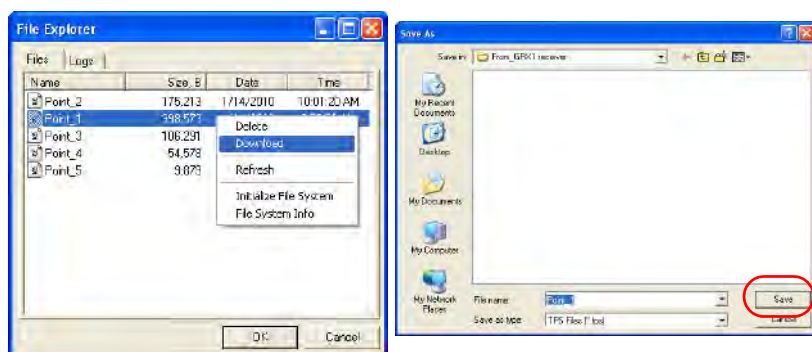

Рис. 5-2. Загрузка файла
3. Чтобы перенести файл на компьютер, выделите его, щелкните правой кнопкой мыши и в выпадающем меню выберите *Download*. В стандартном окне **Save As** выберите или создайте папку, куда будет сохранен данный файл (Рис. 5-2). Нажмите кнопку **Save**, чтобы загрузить файл в компьютер.